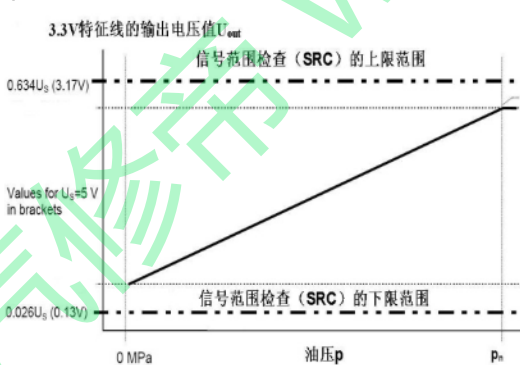

图3-33 油压函数的输出电压 (3.3V特征线)
3.3V特征线的输出电压值 U_{out} 如图3-33所示: